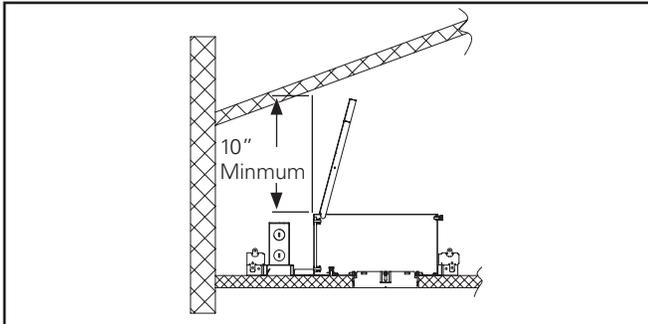

Figure 11.
**Accès par le haut du boîtier et changement d'ampoule (Figure 11.):** Pour accéder à l'intérieur du boîtier, dévissez la vis du haut puis soulevez ou ôtez le couvercle. Cela vous permettra de vérifier et d'entretenir le dispositif sans avoir à le démonter. Sur les plates-formes P406TAT et P408ICAT vous pouvez à la fois changer l'ampoule par le bas et par le haut. Pour un accès par le haut, il est nécessaire de